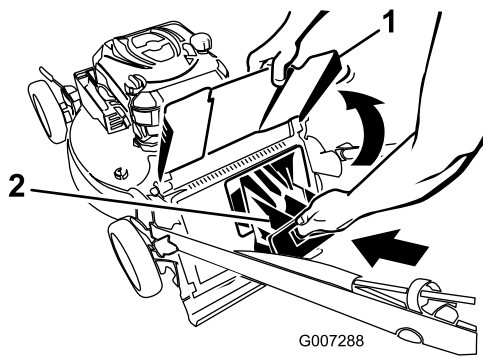

Figure 20
**Important:** Vérifiez que l'obturateur de l'éjecteur arrière est bien verrouillé en place. Pour enlever l'obturateur : relevez le déflecteur d'éjection arrière (Figure 20), appuyez fermement sur l'obturateur jusqu'à ce qu'il s'enclenche en position derrière les pattes, et tournez le levier situé sur l'obturateur vers la gauche (Figure 21).